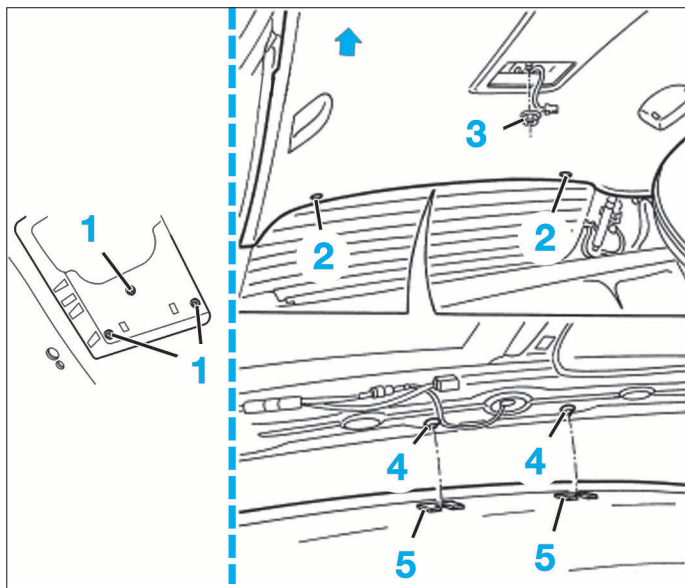

FIG. 18
- Dégrafer la garniture de pavillon (Fig.18) ; pour cela :
- déposer les vis (1) situé dans le plafonnier avant.
- dégager les fixations arrière (2).
- déposer l'écrou (3) situé dans le plafonnier arrière.
- sortir les attaches arrière (4) de leurs logements (5).